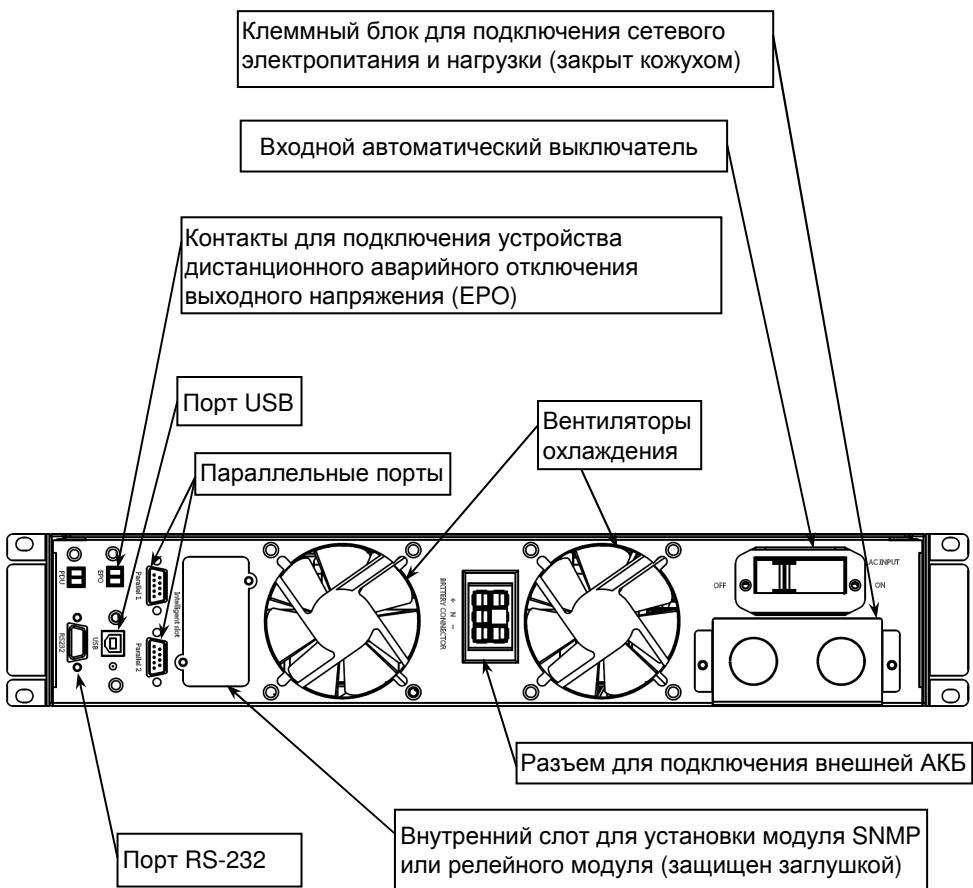

Рисунок 2 — Общий вид задней панели изделия
**На задней панели изделия** расположены: клеммный блок для подключения цепи заземления, сетевого напряжения электропитания и нагрузки, разъем для подключения внешней аккумуляторной батареи, вентиляторы охлаждения и разъемы коммутационных портов (см. рисунок 2).
- Переведите выключатель АКБ (SF) во включенное положение.
- Включите входной автоматический выключатель, расположенный на задней стенке корпуса изделия (см. рисунок 2):